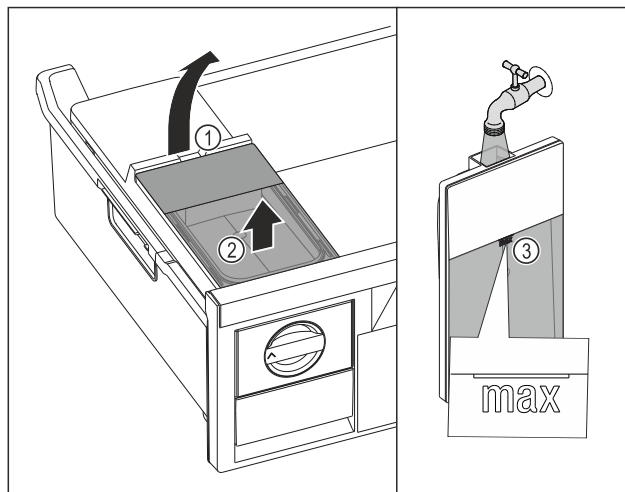

Fig. 110
- Sollevare il serbatoio dell'acqua dalla cavità Fig. 110 (1).
- Rimuovere il serbatoio dell'acqua estraendolo verso l'alto. Fig. 110 (2)
- Riempire il serbatoio dell'acqua con acqua potabile fino al contrassegno Fig. 110 (3).